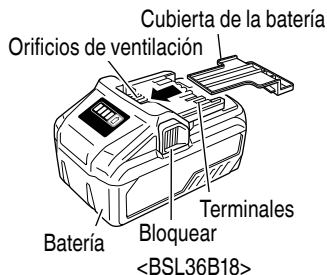

Fig. 7
- Instale el paquete de baterías en la herramienta eléctrica o almacénelo presionando la tapa de baterías hasta que se oculten los orificios de ventilación para evitar cortocircuitos. (Ver Fig. 7)